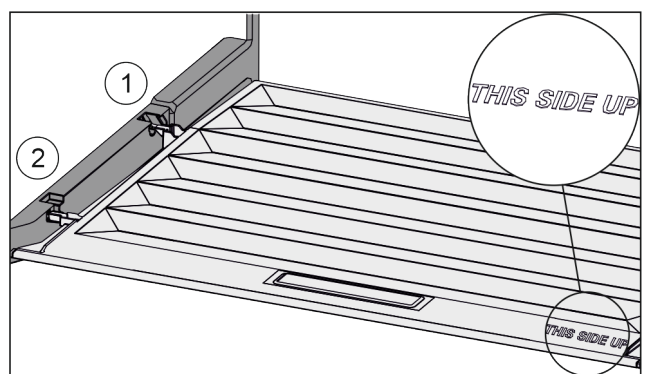

Fig. 52
- ▶ Introduire les rainures du couvercle par l'orifice du support arrière Fig. 52 (1) et les enclencher à l'avant dans le support Fig. 52 (2).